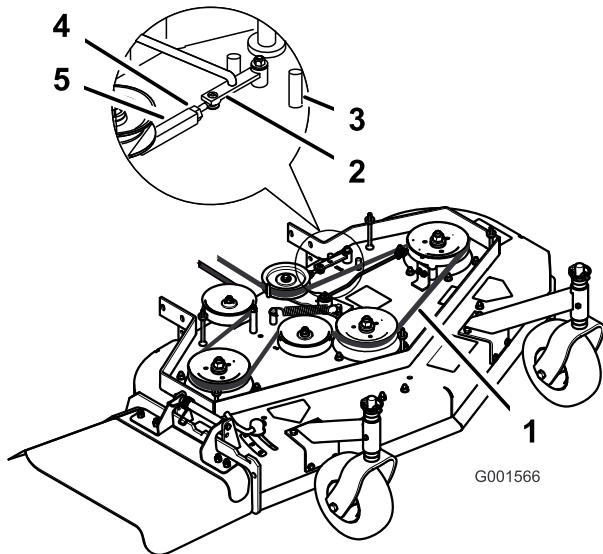

**Figure 46**
**Remarque:** La tension correcte de la courroie du tablier de coupe est de 44 à 67 Nm (10 à 15 pi-lb) avec une flèche de 13 mm (1/2 po) à mi-chemin entre les poulies (Figure 45 ou Figure 46).
**Remarque:** La tension correcte de la courroie du tablier de coupe se situe entre 44 à 67 Nm (10 à 15 pi-lb) avec une flèche de 13 mm (1/2 po) à mi-chemin entre les poulies (Figure 46).